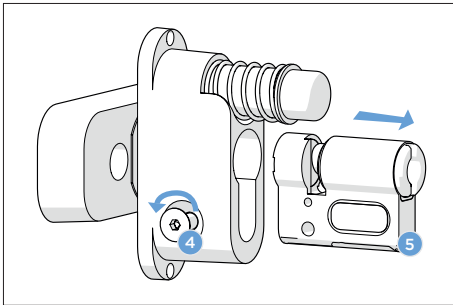

Bild 4: Demontage Zylinder
- Lösen der M5 Senkschraube (4), Demontage des Zylinders (5) (siehe Bild 4)